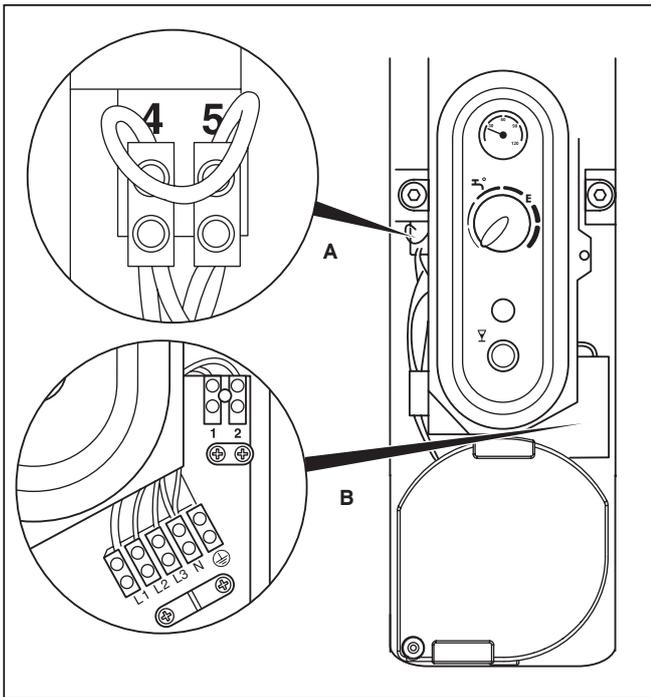

Рис. 8.5 Клеммная коробка
- Положите кабель в открытое приспособление для уменьшения растягивающего усилия (В, см. рис. 8.5).